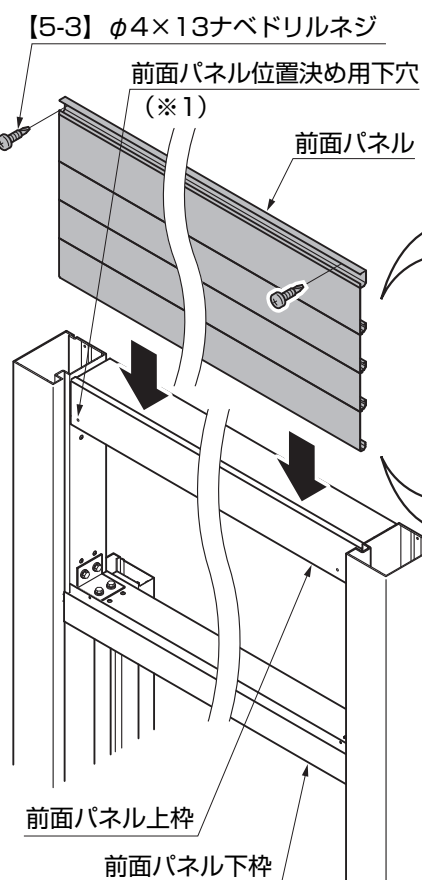

図4-5
① 前面パネルを柱の溝に上から差込んでください。(図4-5参照)
② 前面パネルを前面パネル上枠に【5-3】で取付けてください。(図4-5参照)